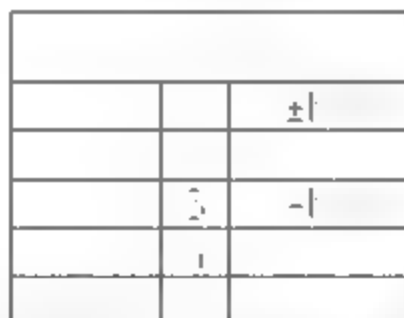

图10-50 绘制端子图
**05** 根据本节介绍的绘制方法，继续绘制如图10-50所示的端子图。